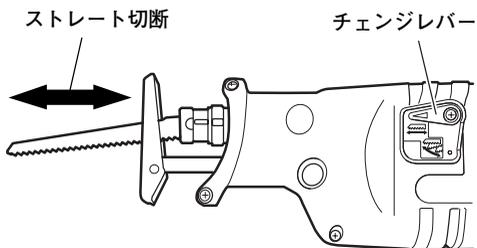
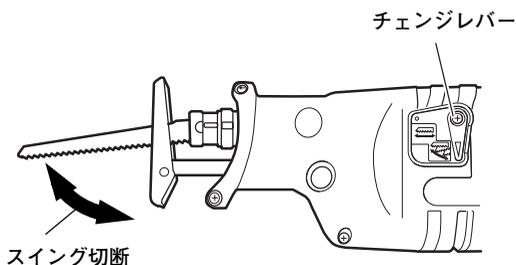
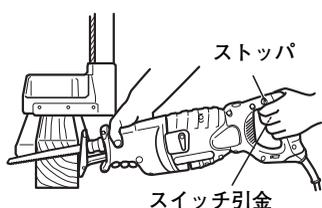

図 15
図 16
図 22
本機は、のこ刃の動きを直線的に動かすストレート切断と、振り子のように動かすスイング切断の2方式の切断の仕方が選べます。(図15、図16)
一般には金属のような硬質材を切断する場合はストレート切断で行ってください。(図15)
チェンジレバーを縦向きにセットするとスイング切断になります。一般には木材のような軟質材を切断する場合はスイング切断で行ってください。スイング切断にセットしますと、のこ刃が切断材料に勢いよく食い込むため能率良く切断できます。(図16)
(3) のこ刃のスピードは作業条件、切断材料に合わせてダイヤルの目盛りを調整してください。
(4) チェンジレバーの位置はストレート切断（図 15 参照）にするとスムーズに切断することができます。
- (1) 木材切断の場合も加工物がしっかり固定されているかどうか確かめてから作業してください。(図22)
- (2) のこ刃のスピードは、ダイヤルの目盛りを“5”にすると能率よく切断することができます。
- (3) チェンジレバーの位置はスイング切断(図16参照)にすると能率よく切断することができます。またチェンジレバーの位置をストレート切断にするときれいに切断することができます。